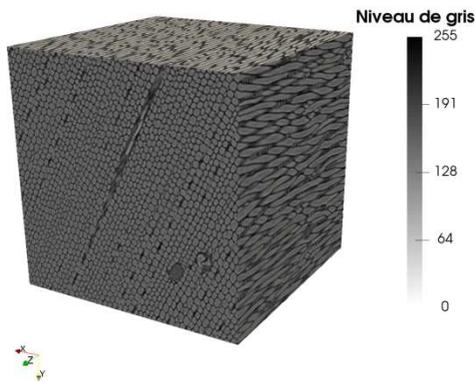

Figure 3 : Reconstruction de scans de dimensions 500x500x500 pixel3 avec une résolution de 3,35 $\mu\text{m}/\text{pixel}$: bois de printemps
- Visualiser les données à l'aide de Plugins/Image 3D Viewer. Vous pouvez sur la figure 3 visualiser une vue 3D.